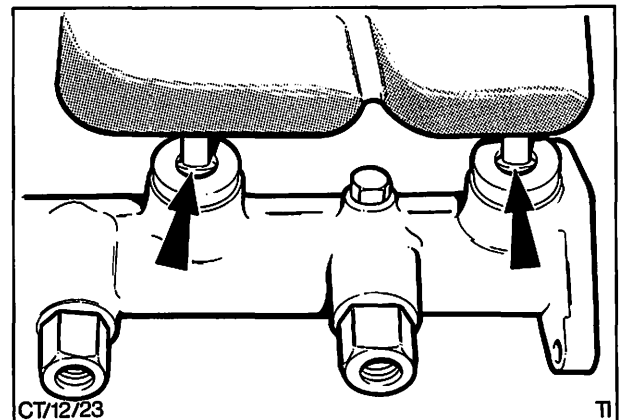

Abb. 71 Dicht- und Halteringe des Ausgleichbehälters
11. Dichtringe einsetzen und Ausgleichbehälter aufdrücken, Abb. 71.